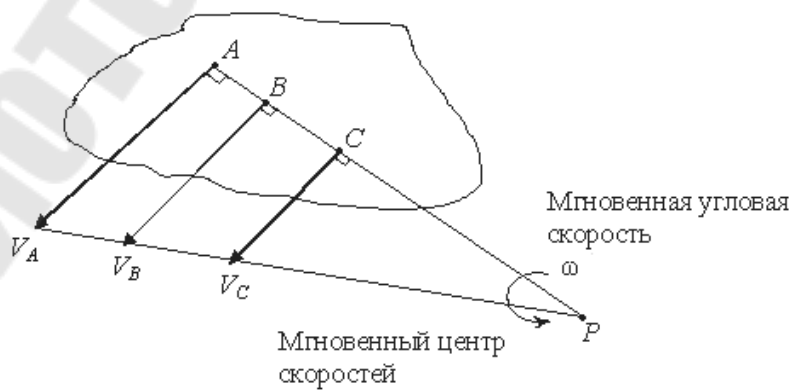

Рис. 26
29. Так как модуль вращательной скорости пропорционален расстоянию точки до центра вращения, то мгновенный центр скоростей находится на пересечении линии, соединяющей концы векторов скоростей и прямой, на которой находятся движущиеся точки (рис. 26).